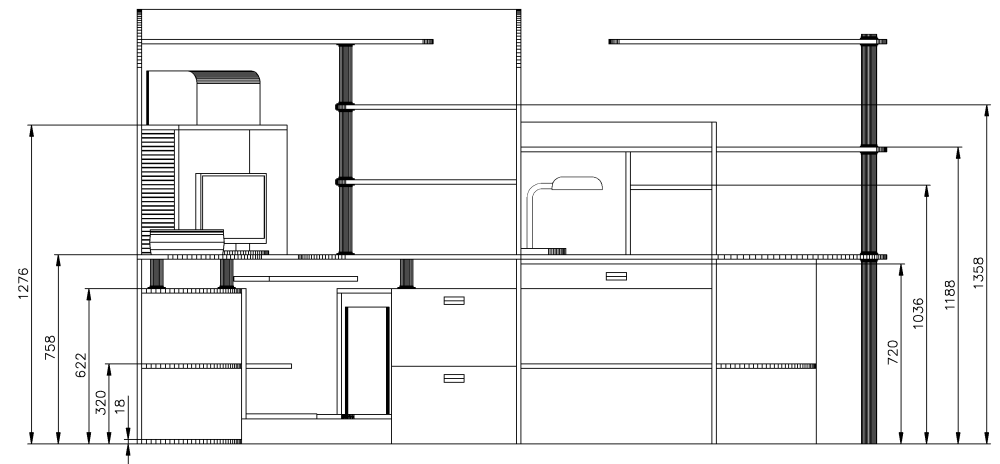

Рис. 8.1 ▼ Основные высоты чертежа рабочей зоны на виде спереди
В соответствии с требованиями стандартов, вид спереди (он же – главный вид), чертится под видом сверху. Такое расположение продиктовано не только и не столько соображениями эстетики, сколько здравым смыслом: чертеж, на котором вид спереди находится строго под видом сверху не только легче воспринимать, но и легче создавать. Последнее объясняется тем, что для получения элементов чертежа главного вида можно использовать вертикальные линии, проходящие из характерных точек чертежа вида сверху до пересечения с горизонтальными линиями основных высот (рис. 8.1).
7. Руководствуясь рис. 8.1, сместите базовую линию несколько раз вверх (на 18, 320, 622, 720, 758, 1036, 1188, 1276 и 1358 мм), перед каждым запуском команды **Подобие** (OFFSET) устанавливая соответствующую величину смещения.